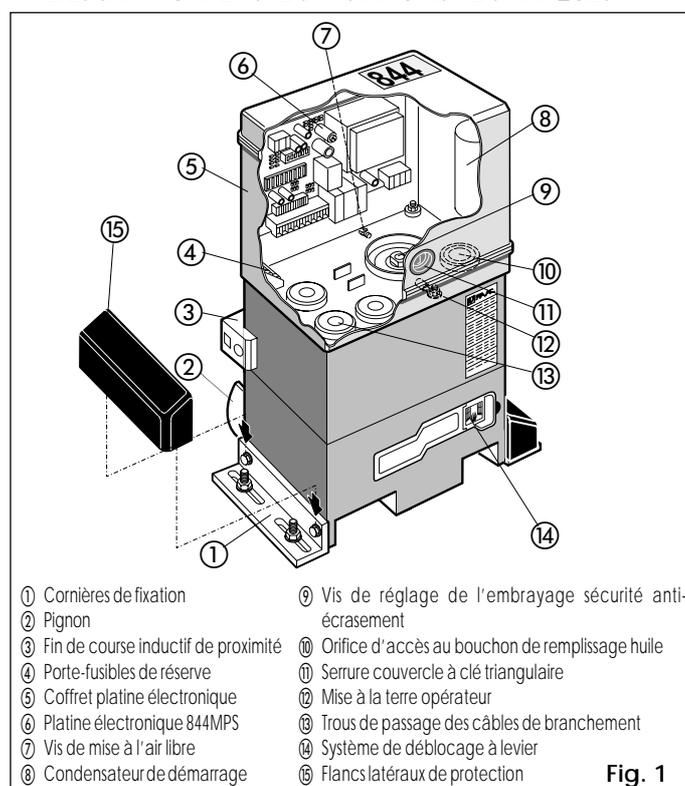
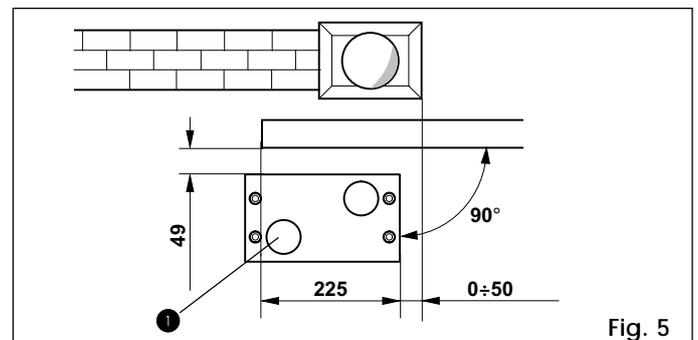
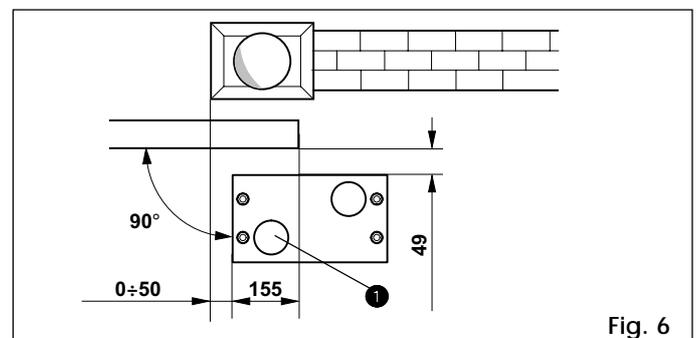
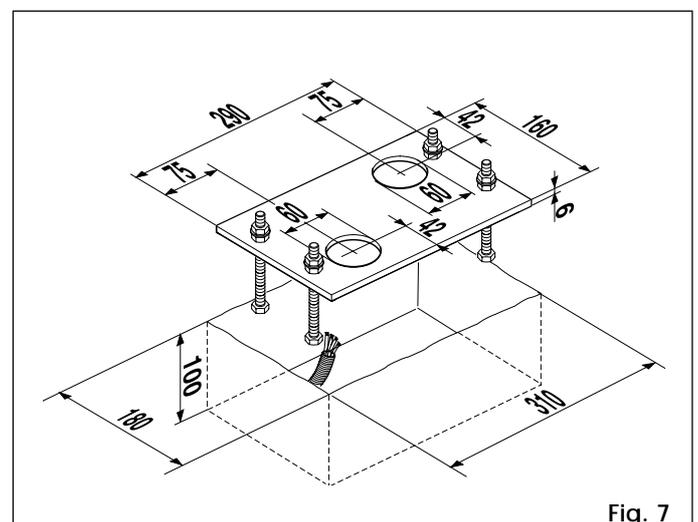

Fig. 1
Fig. 5
Fig. 6
Fig. 7
- 2) La plaque de fondation à sceller doit être impérativement positionnée comme indiqué Fig. 5 (fermeture vers la droite) ou Fig. 6 (fermeture vers la gauche) pour garantir le bon entraînement du pignon avec la crémaillère.
- 3) Réaliser un coffrage comme indiqué Fig. 7 et sceller la plaque de fondation en prévoyant un ou plusieurs fourreaux pour le passage des câbles. Vérifier l'horizontalité parfaite de la plaque à l'aide d'un niveau à bulle. Attendre que le ciment soit pris.
Poser l'opérateur sur la plaque de fondation comme indiqué Fig.6 et Fig.7. Au cours de cette opération, faire passer les câbles à travers le trou ménagé dans le corps de l'opérateur. Pour accéder à la platine électronique de manoeuvre, faire passer les câbles à travers les trous (Fig.1-rep.13) en utilisant les presse-étoupes fournis.